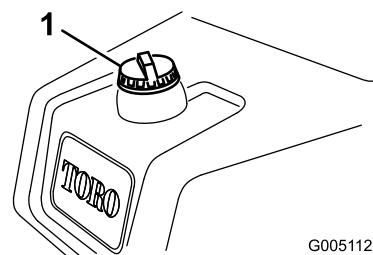

図 20
1. 燃料キャップ（図 20）の周囲をきれいに拭いてキャップ外す。